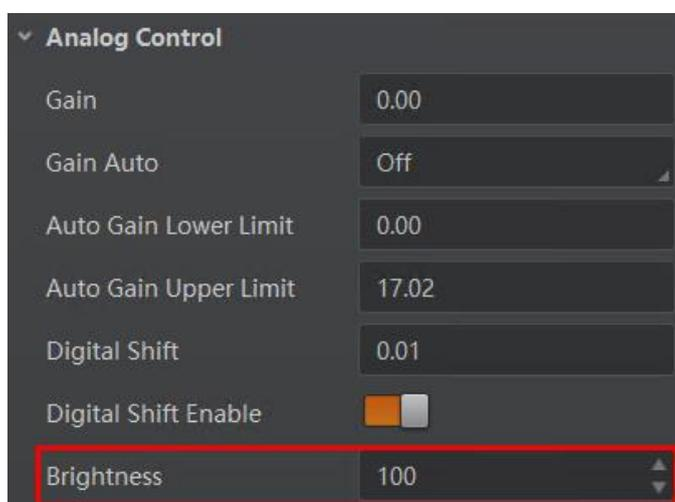

图8-19 亮度设置
2. 在 *Analog Control* 属性下，设置参数 *Brightness* 的值，如图 8-19 所示。亮度参数范围为 0 ~ 255。